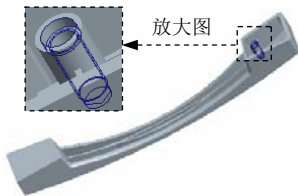
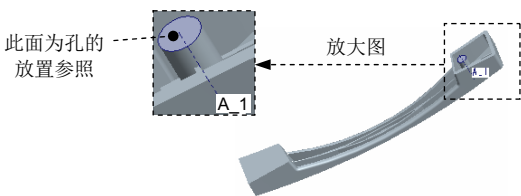
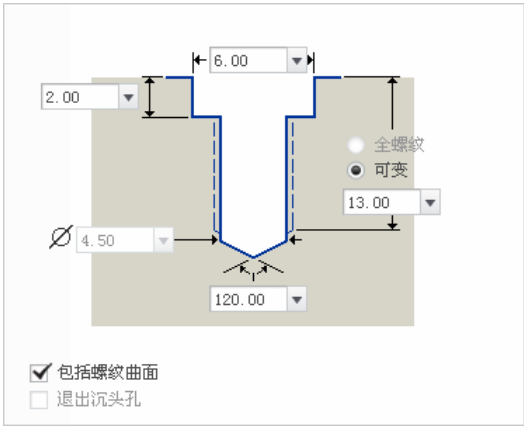

图 5.38.165 孔 1
图 5.38.166 定义孔的放置参照
图 5.38.167 孔参数设置
Step23. 创建图 5.38.165 所示的孔特征 1。单击 **模型** 功能选项卡 **工程** 区域中的  按钮。按住 CTRL 键，选取图 5.38.166 所示的模型表面和轴线 A_1 为主参考。在操控板中单击“螺孔”按钮 ，选择 ISO 螺纹标准，螺钉尺寸选择 M5×.5，在操控板中，单击  按钮。单击 **形状** 按钮，按照如图 5.38.167 所示的“形状”界面中的参数设置来定义孔的形状。在操控板中单击  按钮，完成孔特征 1 的创建。